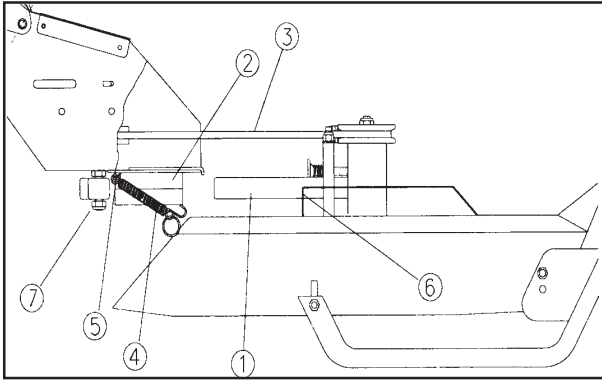
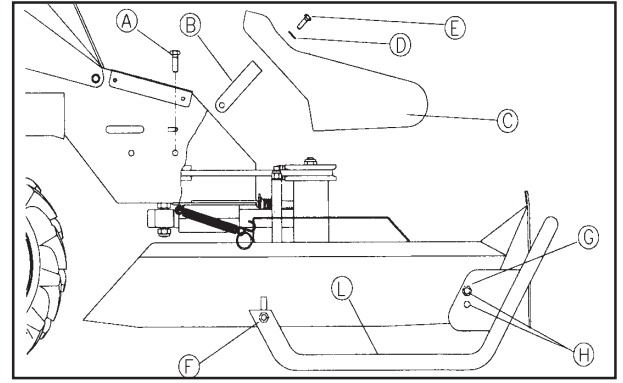

Fig. 1
Fig. 2
**MONTAGGIO DEL FALCIATUTTO:** FIG. 1 - A motore fermo e con la macchina in posizione orizzontale, inserire per metà il perno del tosaerba (1) nella sede dell'attacco rapido (2). Montare la cinghia (3) e portare a fine corsa il perno; inserire le molle (4) nei rispettivi ganci (5) e successivamente nei fori (6). FIG. 2 - Utilizzare le viti (A) della macchina per fissare il supporto (B); quindi tramite la vite (E), munita di rondella (D), fissare il coperchio (C) al supporto.
**REGOLAZIONE DELL'ALTEZZA DI TAGLIO:** Allentare le viti posteriori (F), togliere quelle anteriori (G) ed inserirle in uno dei fori di regolazione (H) a seconda dell'altezza a cui si desidera effettuare il taglio. Premere sul tubo di scorrimento (L) in modo da renderlo orizzontale al terreno, quindi serrare le viti.
**IMPORTANTE:** Le motofalci prodotte sino al Maggio 1997 hanno la vite (7) di bloccaggio della leva innesto più lunga; ciò limita il moto basculante del tosaerba. Se le condizioni d'impiego lo rendono necessario, è possibile ovviare alla limitazione accorciando la vite di 5 mm. ed utilizzando un dado autobloccante di tipo basso.
**ANBAU DES SICHELMÄHWERKS (MULCHGERÄT):** BILD 1 - Die Maschine mit stillstehendem Motor in waagrechte Position bringen. Den Tragzapfen des Sicheljäher (1) zur Hälfte in das Tragrohr (2) der Maschine einschieben. Danach den Antriebskeilriemen (3) auf die Keilriemenscheibe der Maschine aufziehen. Dabei wird der Tragzapfen in die richtige Position bis zum Anschlag der Maschine gebracht. Die Rückholfeder (4) in die Fanghaken (5) der Maschine bringen. Danach die Rückholfeder spannen und die enden (Haken) in Bohrung (6) einhaken !
BILD 2 - Um der Halter (B) zu befestigen, sind die Schrauben (A) der Maschine zu benutzen; dann die Haube (C) an den Halter durch die Schraube (E) und die Beilagsscheibe (D) fixieren.
**EINSTELLUNG DER SCHNITTHÖHE:** Die Schrauben im Langloch (E) lösen. Danach die Schraube (F) an dem Lochsegment in die gewünschte Schnitthöhe einschrauben. Dabei ist zu beachten, daß die Gleitschiene (H) waagrecht am Boden aufliegt. Schrauben (E) und (F) festziehen.
**ASSEMBLING OF THE GRASSLAND MOWER:** FIG. 1 - At engine off and with the machine in horizontal position, connect half-pivot of the grassland mower (1) in the couple of the quick connection (2). Assemble the belt (3) and connect the whole pivot; connect the springs (4) in the respective hooks (5) and then in the holes (6). FIG. 2 - Use the screws (A) of the machine to fix the support (B), so by the screw (E) with the washer (D), fix the cover in polypropylene (C) to the support.
**REGULATION OF CUTTING HEIGHT:** Loosen the hind screws (E), remove those ones rare (F) and connect them in one of the holes of regulation (G) according to the height to which you want to effect the cut. Press on the creeping tube (H) in way to make it horizontal as the ground, so tighten the screws.
**MONTAGE DE LA DEBROUSSAILLEUSE:** FIG. 1 - Le moteur étant arrêté et la machine en position horizontale, introduire jusqu'à moitié l'axe (1) de la débroussailleuse dans l'emplacement de l'attelage rapide (2). Monter la courroie (3) en portant l'axe de guidage en fin de course; fixer les ressorts (4) dans les crochets respectifs (5) puis dans les trous (6). FIG. 2 - Utiliser les vis (A) de la machine pour fixer le support (B); puis fixer le couvercle (C) au support par la vis (E) et la rondelle (D).
**REGLAGE DE LA HAUTEUR DE COUPE:** Desserrez les vis arrière (E), enlever celles avant (F) et les inserer dans un des trous de réglage (G) selon le niveau de hauteur auquel on veut faire le coupe. Appuyer sur le tube (H) de façon qu'il soit horizontal à la surface du sol, puis serrer les vis.